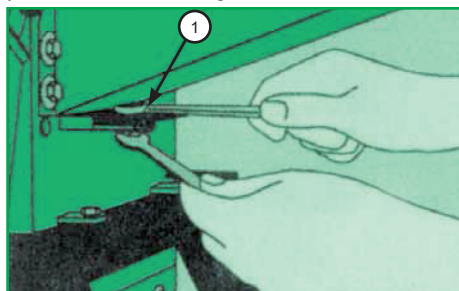
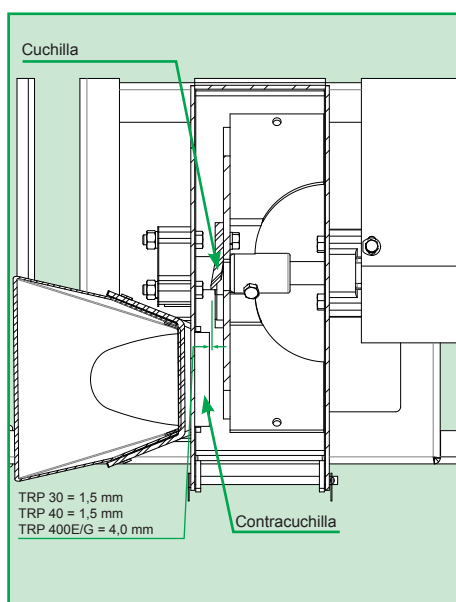

Figura 1
Figura 2
Reaprietos periódicos, como el ajuste en la contracuchilla, son indispensables. El ajuste es realizado soltando la tuerca hexagonal (1) conforme la Figura 1 y desplazando la contracuchilla hasta que las cuchillas pasen a una distancia de aproximadamente 1,5 mm para el TRP 30 e TRP 40 y 4,0 mm para el TRP 400E/G (Figura 2).